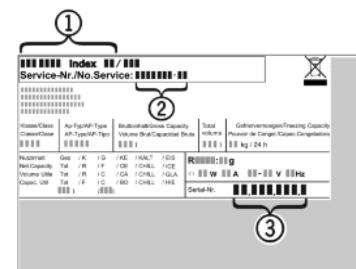

Fig. 14
- Obavijestite službu za kupce i javite im kvar, naziv uređaja Fig. 14 (1), servisni broj Fig. 14 (2) i serijski broj Fig. 14 (3).